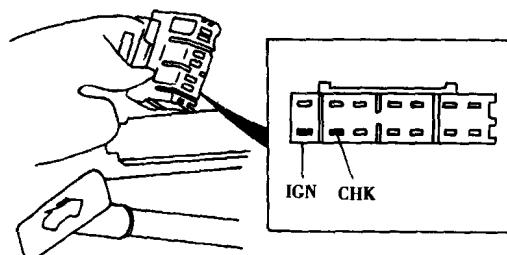

图 1-1-9 14PIN 诊断座
(2) 跨接诊断座 CHK 与 IGN，并等待 2s 后取开跨线(图 1-1-9)。
(3) 此时仪表板上的 [CHECK] 灯会闪烁故障码，若只闪烁 55 号码，表示系统正常。
(4) 若闪烁其它码时，即应查对故障码，进行检修。
(5) 重复步骤(2)、(3)直到故障码显示 55 号码表示诊断结束。